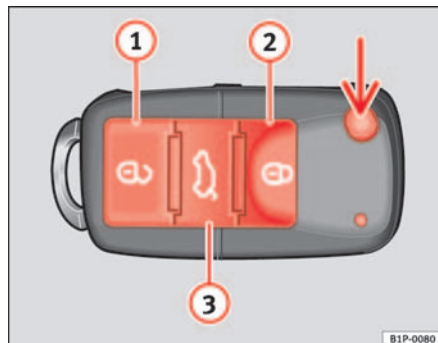
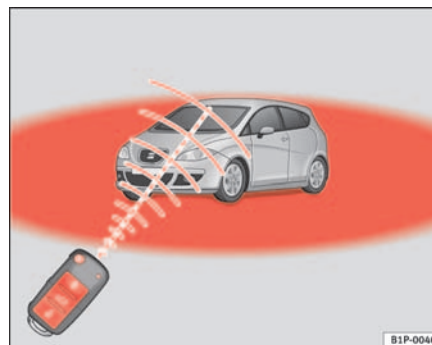

Fig. 64 Botões da chave com telecomando
Fig. 65 Rádio de acção do telecomando por radiofrequência
Com a tecla $\Rightarrow$ fig. 64 (seta) do comando, destranca-se o palheto da chave.
Destrancar o veículo $\Rightarrow$ fig. 64 ①.
Trancagem do veículo $\Rightarrow$ fig. 64 ②.
Destrancagem do porta-bagagens. Prima a tecla $\Rightarrow$ fig. 64 ③ até que todos os indicadores de direcção do veículo pisquem durante breves segundos. Ao premir a tecla de destrancagem $\Rightarrow$ fig. 64 ③, dispõe de 2 minutos para abrir o porta-bagagens. Uma vez decorrido este tempo, será novamente trancado.
Além disso, o indicador luminoso da pilha da chave $\Rightarrow$ fig. 64, começa a piscar.
Premindo uma vez a tecla $\Rightarrow$ fig. 64 ①, apenas se abrirá a porta do condutor, permanecendo as restantes fechadas.
Premindo duas vezes o botão  ⇒ página 102, fig. 64 , todas as portas serão destrancadas.
- O telecomando por rádio-frequência só funciona, se se encontrar dentro do seu raio de acção ⇒ página 102, fig. 65 (superfície vermelha).
- Utilize as duas chaves que são entregues juntamente com o veículo, a chave com emissor de radiofrequência e a chave convencional ⇒ página 102, fig. 64 ⇒ página 102, fig. 65.
- Destrancue o veículo a partir da fechadura da porta do condutor ⇒ página 102, fig. 64 ⇒ página 102, fig. 65 com a chave com telecomando.